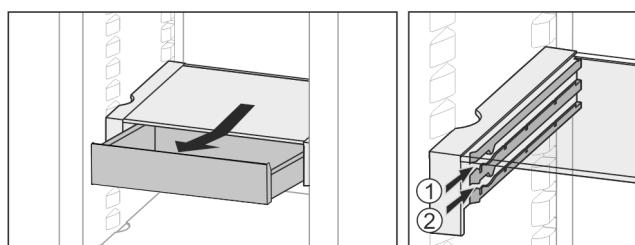

Fig. 31*
- 在任意高度 Fig. 31 (1) 或 Fig. 31 (2) 推入。